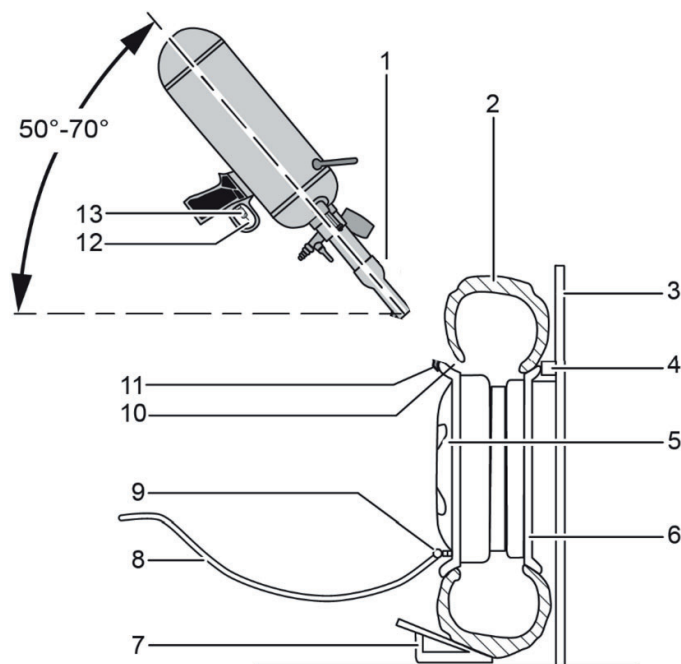

Abb.3
1. Reifen (Abb. 3,2) und Felge (Abb. 3,5) gegen eine Wand lehnen. Dabei beachten:
- a. Der Reifen (Abb. 3,2) muss zur Wand einen Abstand von 2 bis 3 cm haben. Dazu einen Abstandshalter verwenden.
- b. Das Luftventil (Abb. 3,9) muss zur Montageseite zeigen.
- c. Die innere Felgenseite (Abb. 3,6) muss zur Wand zeigen.
2. Den Reifen bei Bedarf mit Keil (Abb. 3,7) gegen Wegrutschen sichern.
4. Über das Luftventil (Abb. 3,9) und den Luftschlauch (Abb. 3,8) Luft in den Reifen (Abb. 3,2) strömen lassen.
6. BB in einem Winkel von 50 bis 70° zur Waagerechten halten, siehe auch Abb. 3.
7. Schutzkappe (Abb. 3,12) vom Auslöser (Abb. 3,13) abnehmen.
8. Darauf achten, dass die beiden Luftauslassöffnungen des Aufsatzrohrs in die Öffnung (Abb. 3,10) zwischen Reifen und Felge zeigen.
9. Einsatzposition bestimmen. Dazu Lippe (Abb. 3,11) des Aufsatzrohrs (Abb. 3,1) gegenüber dem Luftventil (Abb. 3,9) auf die Felge (Abb. 3,5) aufsetzen.
Aufsatzrohr (Abb. 3,1) vor dem Drücken des Auslösers (Abb. 3,13) 3 bis 5 cm von der Felge zurückziehen!
10. Aufsatzrohr (Abb. 3,1) 3 bis 5 cm von der Felge zurückziehen.
11. Auslöser (Abb. 3,13) drücken. Druckluft strömt stoßartig in den Reifen und der Reifen wird gleichmäßig auf die Felge gezogen.
13. Wenn der Reifen korrekt auf der Felge sitzt, Luftschlauch (Abb. 3,8) vom Luftventil (Abb. 3,9) abnehmen.